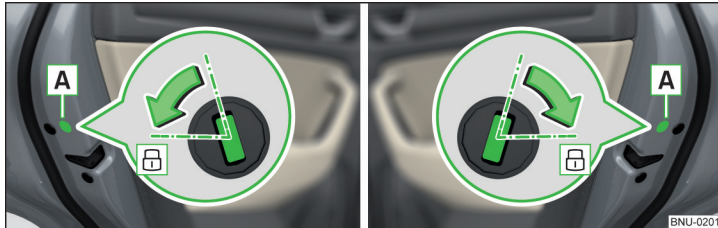

Abb. 334 Tür links / Tür rechts
- › Bei Fahrzeugen mit der Blende **A** diese Blende entfernen » Abb. 334.